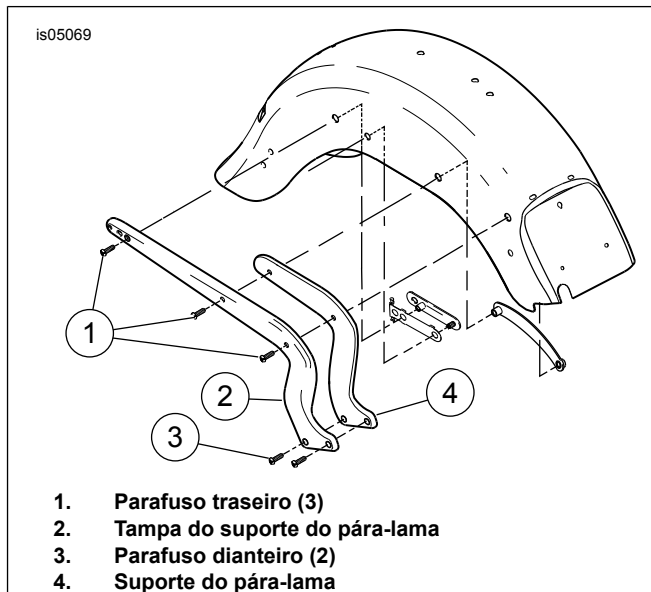

Figura 4. Parafusos do suporte do pára-lama e tampa do suporte do pára-lama
6. Veja a Figura 4. Remova os três parafusos (1) traseiros da tampa do suporte do pára-lama (2) e do suporte do pára-lama.